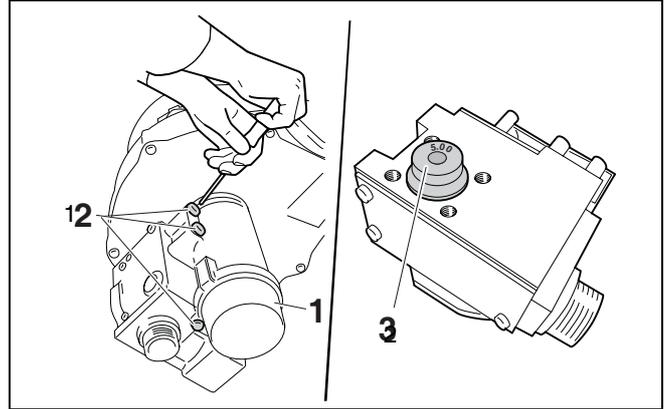

Fig. 45 Cambio dell'ugello del gas
- Allentare le viti (fig. 45, pos. 1) di Venturi.
- Smontare (fig. 45, pos. 2) l'ugello del gas.